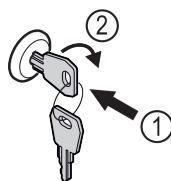

Fig. 160
- Vajutage võti sisse. Fig. 160 (1)
- Keerake võtit 90° päripäeva. Fig. 160 (2)